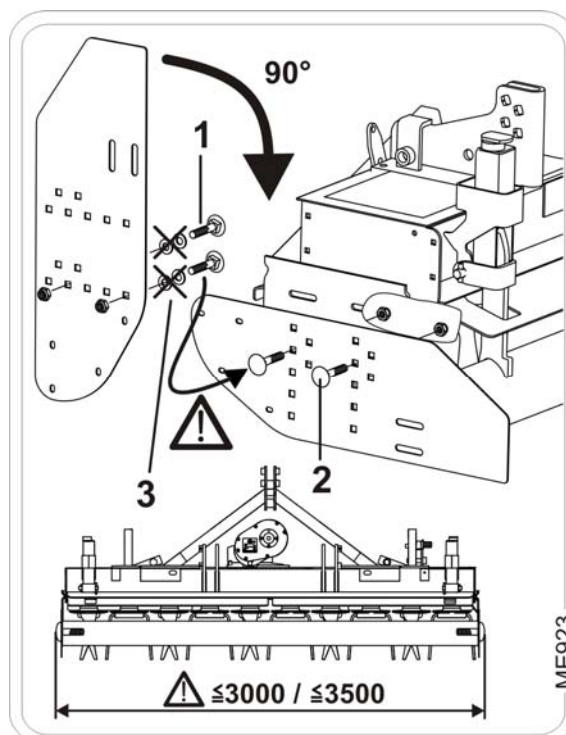

Fig. 78
1. Desfaceți șuruburile cu cap plat (Fig. 78/1).
3. Introduceți șuruburile cu cap plat (Fig. 78/2) din exterior în tabla laterală și înșurubați tabla laterală.
Nu utilizați șaibele (Fig. 78/3).